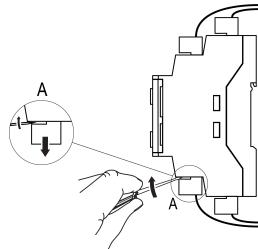

Рисунок 3 – Відокремлення змінних частин клем
- Відокремити від пристрою змінні частини кожної з клем разом з підмікненими зовнішніми лініями з'єзку за допомогою виркутки або іншого відповідного інструменту (див. рисунок 3).